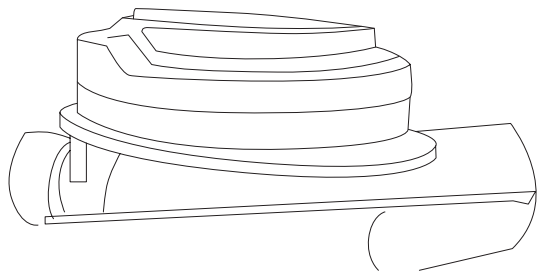

Рис. 2
2. Установите на чашки моста подушки под пружины с колпачками металлическими [8] как указано на **Рис. 2**.